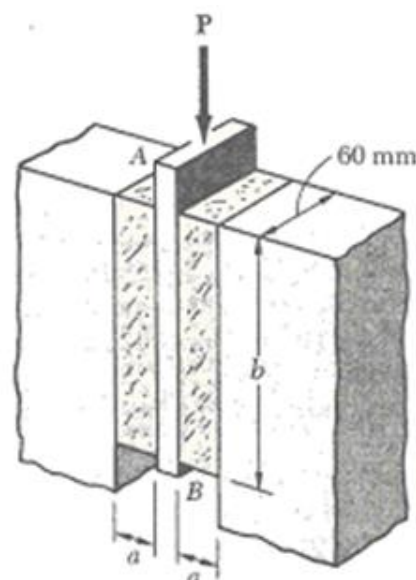

Figura 2.42
2.6.6 Uma unidade de amortecimento de vibrações (Figura 2.42) é construída utilizando dois blocos de borracha dura colados à placa AB e dois suportes fixos. As especificações de projeto indicam que uma força vertical e centrada $P=27 \text{ kN}$ deve causar uma deflexão vertical de 2 mm na placa AB. Determine o menor valor admissível para os lados a e b dos blocos. Para a borracha utilizada considere $\tau_{adm}=1.5 \text{ MPa}$ e $G=18 \text{ MPa}$.